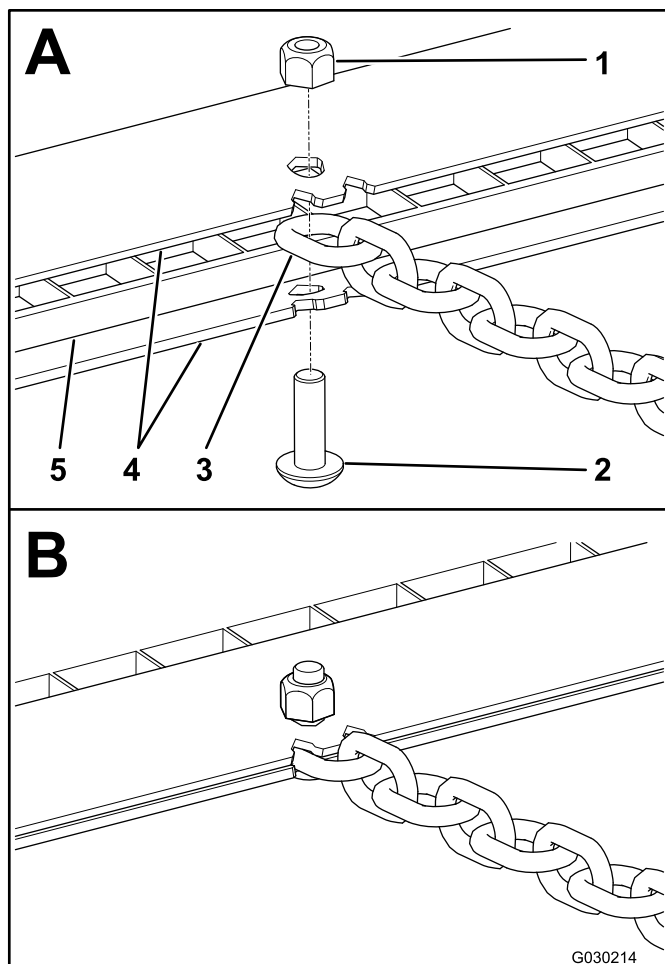

Figura 6
3. Instale a corrente entre os suportes no tapete de arrastamento com um parafuso (5/16 x 1 pol.) e uma porca de bloqueio (5/16 pol.) como se mostra na Figura 6.
3. Instale cada corrente entre os suportes no tapete de arrastamento com um parafuso (5/16 x 1 pol.) e uma porca de bloqueio (5/16 pol.) como se mostra na Figura 6.